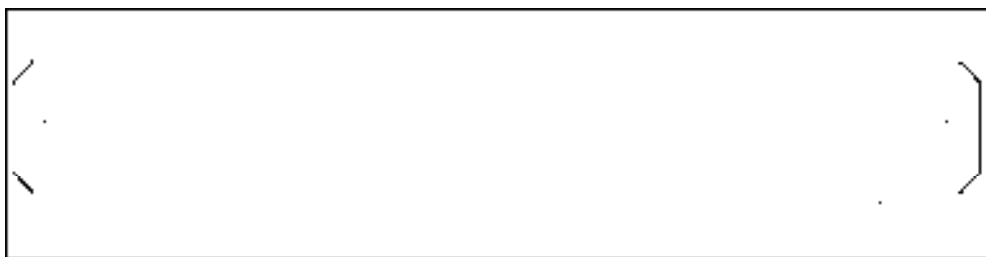

图 14-50 绘制结果
4) 根据命令行的提示, 点取梯形凸窗的插入位置, 绘制结果如图 14-50 所示。